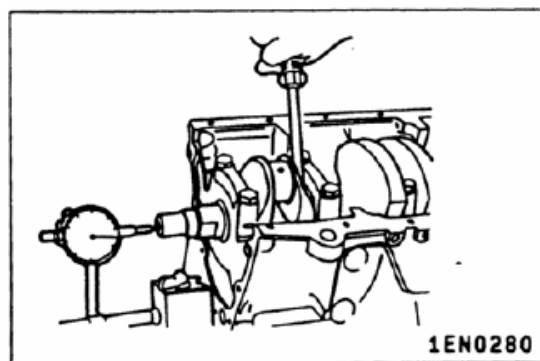

图 3-67
b. 装好轴承盖之后，测量曲轴的轴向间隙。如果测量值超出规定的极限值。则应更换曲轴轴承（见图 3-67）。